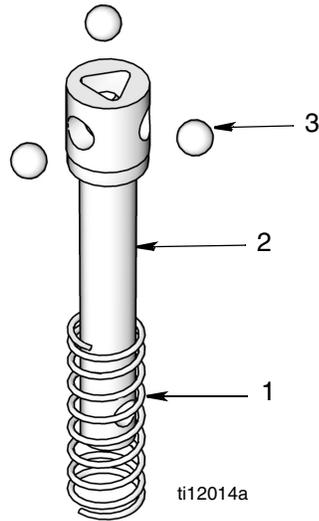

图 42
1. 将球 (3) 插入解扣杆 (2) (图 42)。
2. 将弹簧 (1) 滑过解扣杆 (2) (图 42)。